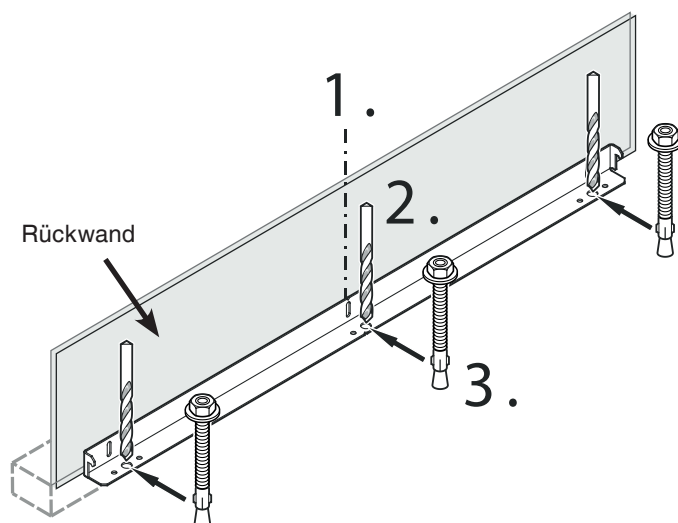

Abbildung 4
## Montage der Kippsicherung bei Betonböden - Abbildung 4 - 5
2. Mit einem Hartmetallbohrer 10 mm Löcher an den in **Abbildung 4** gezeigten Stellen bohren. Die Bohrlöcher müssen tiefer sein als die Gesamtlänge der Anker.